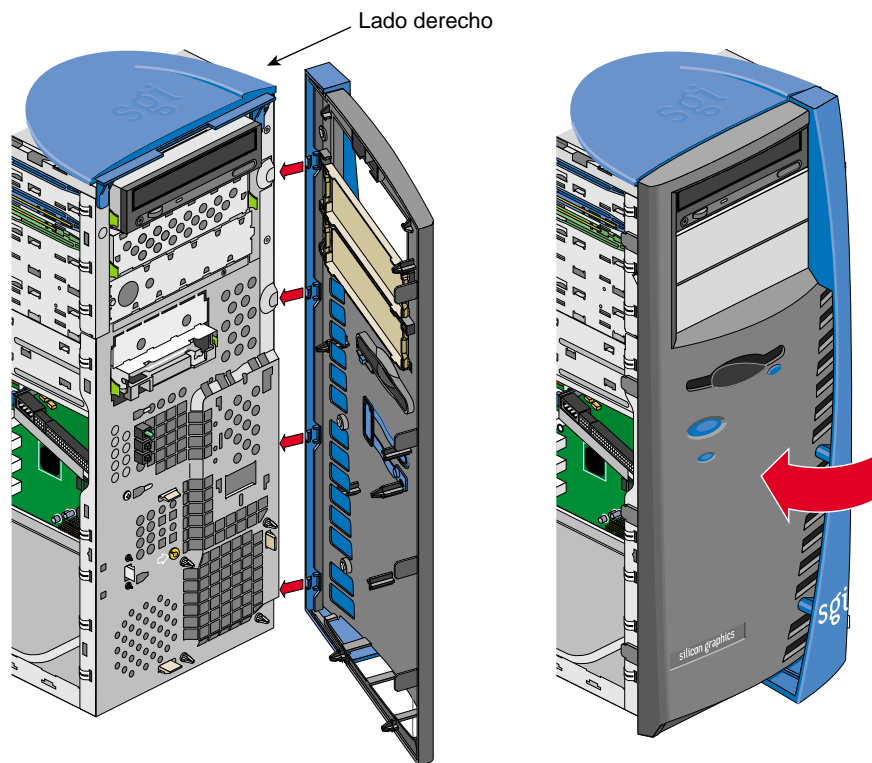

Figura 2-37 Colocación de la cubierta
- Localice las cuatro lengüetas de la cubierta según se muestra en la Figura 2-37.
- Coloque el lado derecho de la cubierta sobre el chasis para introducir las cuatro lengüetas en las ranuras correspondientes, como se muestra en la Figura 2-37.